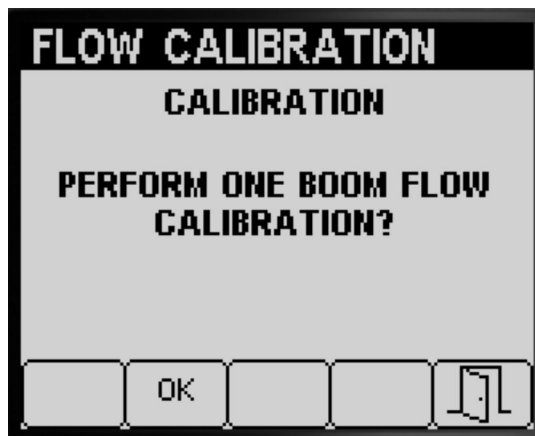

Figura 59
Se concluiu a calibração das 3 secções e de 2 secções do pulverizador, o InfoCenter alerta para a calibração de 1 secção do pulverizador (Figura 59); efetue uma das seguintes:
- Se não precisar de efetuar a calibração de 1 secção do pulverizador, prima o botão 5 para voltar ao ecrã Calibrar (Figura 59).